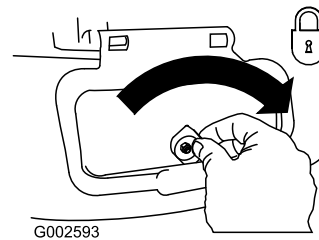

Figura 40
**Importante:** Bloquee la puerta de descarga lateral después de cerrarla (Figura 40).